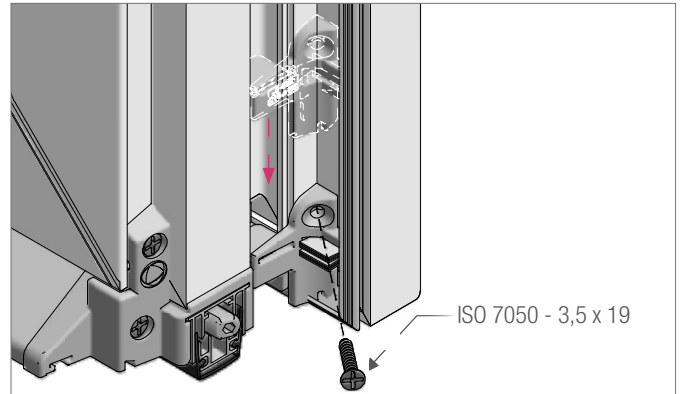

Abb. 9: Montage Endkappe Wetterschenkel Teil 2
- Teil 2 der Endkappe kann von oben nach unten am Flügelüberschlag und durch die Beschlagnut auf die bereits montierte Endkappe geschoben und festgeschraubt werden (Abb. 9).